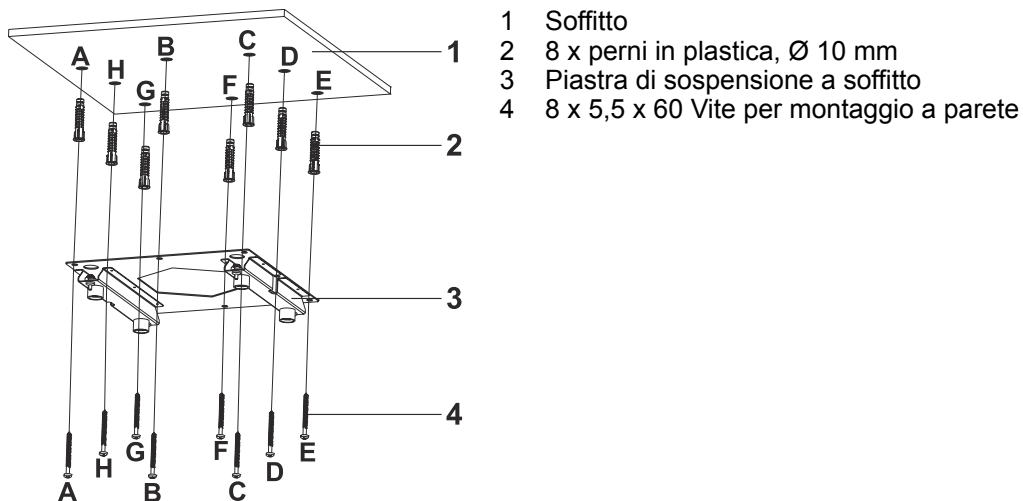

Fig. 11
1. ➤ Forare la superficie nel punto in cui verrà installato il prodotto dai punti A, B, C, D con una punta con Ø10 mm (Fig. 11).
2. ➤ Inserire perni in plastica, Ø10 mm nei punti in cui sono stati eseguiti fori col trapano A,B,C,D,E,F,G,H (Fig. 11).
3. ➤ Installare la piastra di collegamento a soffitto al soffitto nei punti A,B,C,D,E,F,G,H con viti 5.5 x 60 (4) (Fig. 11).